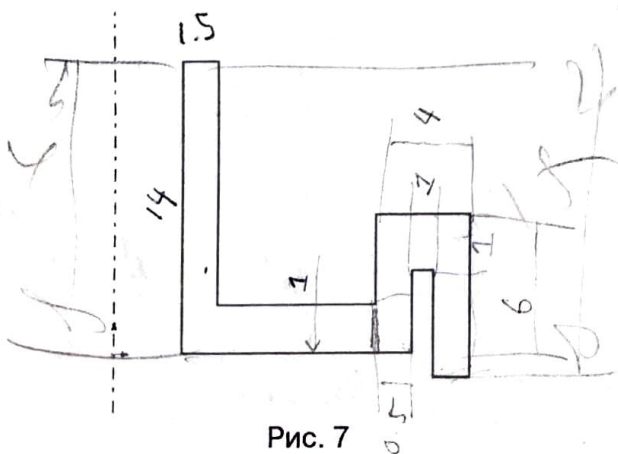

Рис. 7
8. Начертите замкнутый контур профиля, он не должен быть абсолютно точным - доверьте точное формирование размерам (рис. 7).